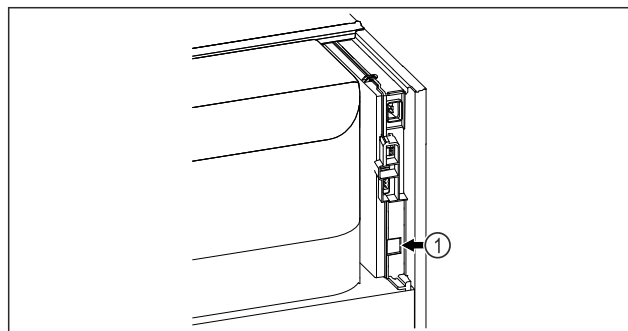

Fig. 99
- ☐ SmartModule Fig. 99 (1) ir ievietots.